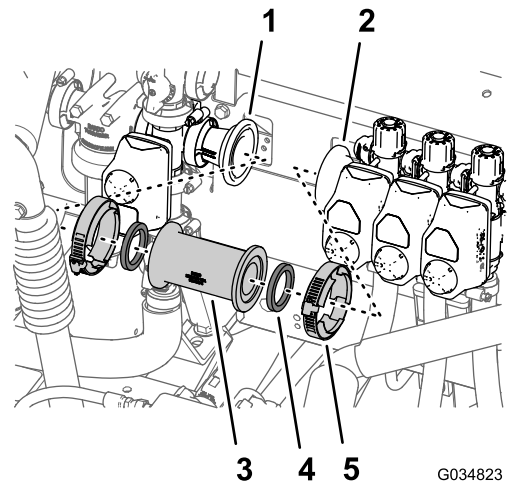

Figura 34
- A. Retire las 2 abrazaderas para bridas que sujetan el tubo de acoplamiento a los racores reductores en la válvula maestra de control y la válvula de sección de brazo izquierda (Figura 34).
- B. Retire el acoplamiento recto y las 2 juntas de la máquina (Figura 34).